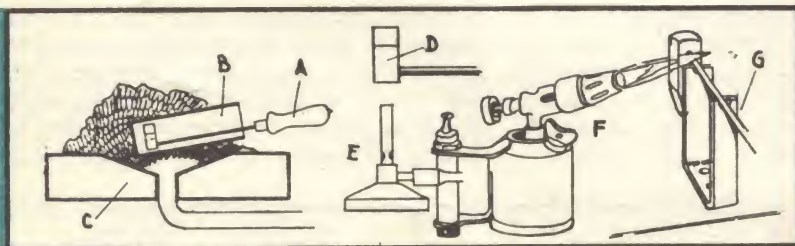
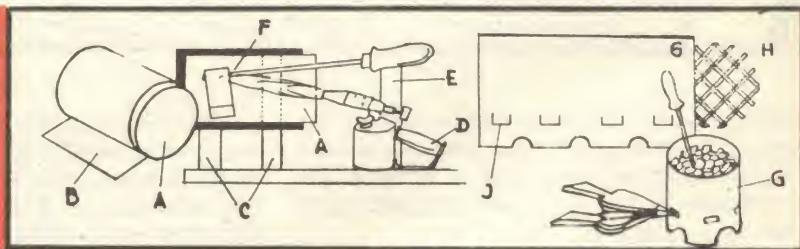

Fig. 6
Fig. 7
che voi avrete isolato per mezzo di piastre d'amianto. Per realizzare questo forno cominciate col formare un cilindro dal fondo in lamiera dello spessore di 5/10 mm. Saldate a questo cilindro due collari di sostegno che daranno modo d'isolare il forno dalla tavola di base. Infine non vi resta che da provvedere ad un supporto per il manico del ferro (E). Molti dilettanti preferiscono la classica marmitta dello stagnaio (G, fig. 7), la quale può essere considerata come un mezzo di riscaldamento indipendente e poco costoso. Tale recipiente, riscaldato a coke o a carbone di legna, può essere improvvisato per mezzo di un vecchio secchio, sulla base del quale voi avrete praticato alcune aperture. Potrete confezionarlo anche con una lamiera di spesso-
Per il riscaldamento di un ferro comune, bisogna evitare due cose: in primo luogo di ossidare e di sporcare la penna, e poi di applicare senza effetto la sorgente di calore. Voi sapete già che un ferro si riscalda dalla parte del calcio. Si può riscaldare razionalmente un ferro con dei mezzi di fortuna, sia usando una piccola fucina (C, fig. 6), sia un becco a gas tipo bunsen (E). Nel primo caso si eviterà l'ossidazione della penna prendendo la precauzione d'introdurre il filo in un tubo di acciaio del diametro sufficiente (B). Per il riscaldamento a gas non occorre prendere delle speciali precauzioni se non quella di mettere in contatto il fondo del ferro con la parte blu della fiamma. Se voi possedete una lampada a benzina (F) sarà possibile utilizzarla nei riscaldamenti rapidi dei ferri piccoli. Fate agire il dardo della fiamma sul calcio del ferro mentre questo sarà tenuto saldo in un morsetto metallico (G). Lo stesso metodo di riscaldamento (D, fig. 7) può essere usato in un piccolo forno in lamiera (A)